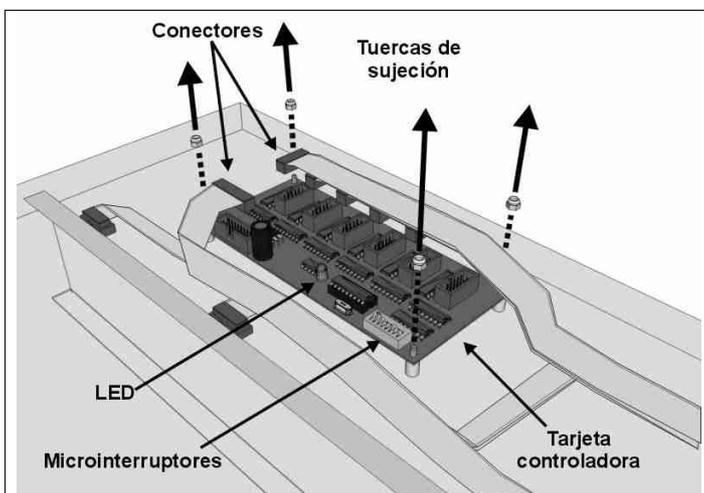

Fig. 16: Cambio de una tarjeta controladora
2. Cambie el cable que conecta la tarjeta de LEDs con la controladora (Fig. 16).
- b) localice la tarjeta controladora conectada al grupo de tarjetas de LEDs defectuosas con cables planos de 10 contactos (Fig. 16). Si conectando el marcador a la corriente, el LED de dicha tarjeta controladora (Fig. 16) se queda apagado o intermitente, cambie la tarjeta controladora (véase el capítulo 7.2); en cambio, si el LED sigue apagado:
6. Localice la tarjeta (o tarjetas) controladora montada dentro del soporte (Fig. 16) a la que están conectadas las tarjetas de LEDs defectuosas. Quite de la tarjeta todos los conectores anotando su posición.
7. Desatornille las cuatro tuercas de sujeción de la tarjeta controladora (Fig. 16) con un destornillador de 5,5 mm y sáquela de su alojamiento.